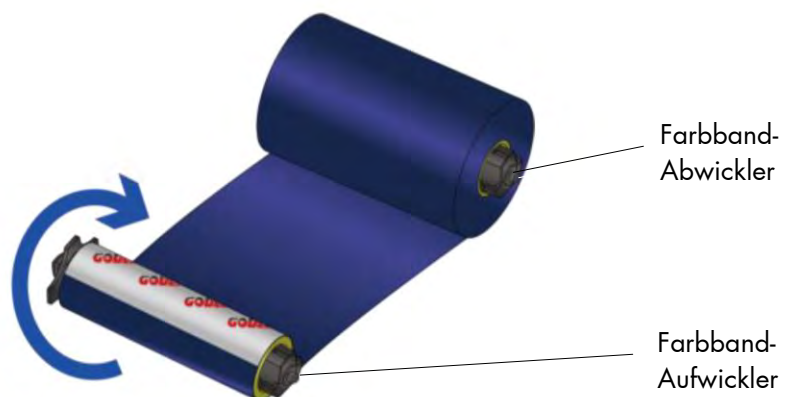

Abb. 4.2.1.b Schematische Darstellung: richtige Wickelrichtungen für die Folienrollen
7. Nehmen Sie den Farbband-Aufwickler zur Hand. Dieses Teil ist im Lieferumfang enthalten; bauen Sie es ggf. zunächst (durch eine Bewegung in Längsrichtung entgegen der Federkraft) aus dem Druckerinneren aus. Der Farbband-Aufwickler befindet sich an der Oberseite der Druckkopfeinheit; vgl. Abb. 4.2.1.a.